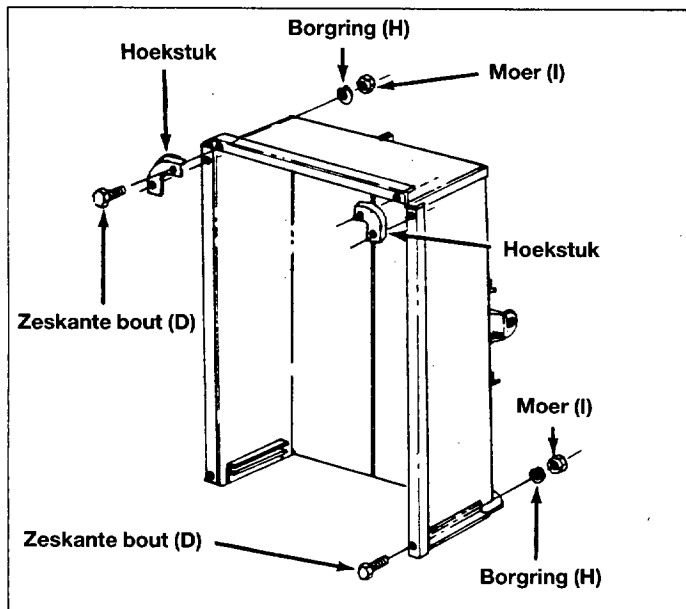

Fig. 10
15. Monteer de twee hoekstukken aan de voorkant en twee bouten door de zijkanten en de versterking van de achterklep. Gebruik 6 x 12 mm zeskante bouten (D), borgringen (H) en moeren (I). Zie fig. 10.